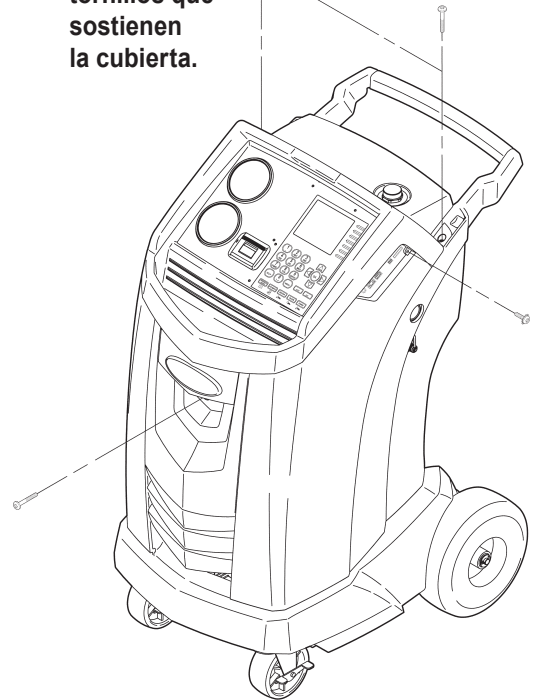

Figura 13
2. Retire la botella de aceite y retire los cuatro tornillos que sujetan la cubierta. Vea la Figura 13. Cuelgue la cubierta en la parte posterior de la máquina.